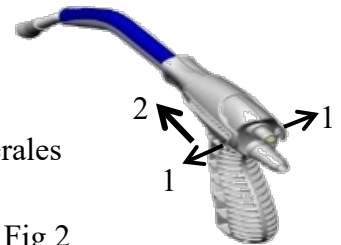

Fig 2
12. Para quitar el mango tipo pistola, separe las pestañas del extremo proximal (1) del mango para soltarlo y deslice el mango de forma distal (2) hacia abajo para retirarlo. (Fig 2).